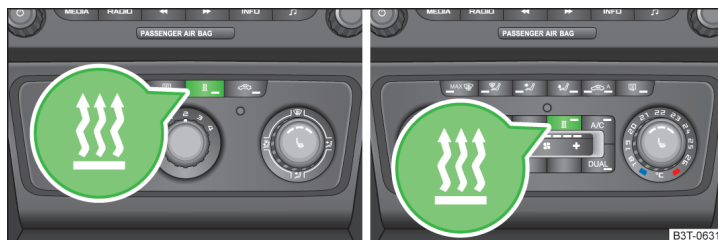

Fig. 127 Tecla de conexión/desconexión directa del aire acondicionado / Climatronic en la unidad de mando
- ☺ con la tecla en la unidad de mando del aire acondicionado / Climatronic. Se encenderá el testigo de control en la tecla » fig. 127;
- ☺ con la tecla en la unidad de mando del aire acondicionado / Climatronic. Se apagará el testigo de control en la tecla » fig. 127;
Si el sistema está en funcionamiento, en la tecla de símbolo  » **fig. 127** se enciende un testigo de control.